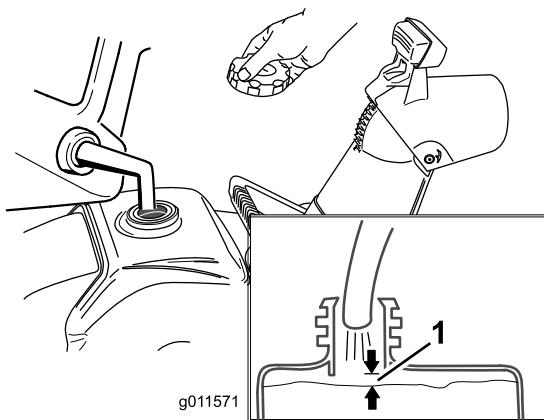

Figure 14
1. Ne remplissez pas le réservoir de carburant excessivement (voir Figure 14) et vissez solidement le bouchon du réservoir.